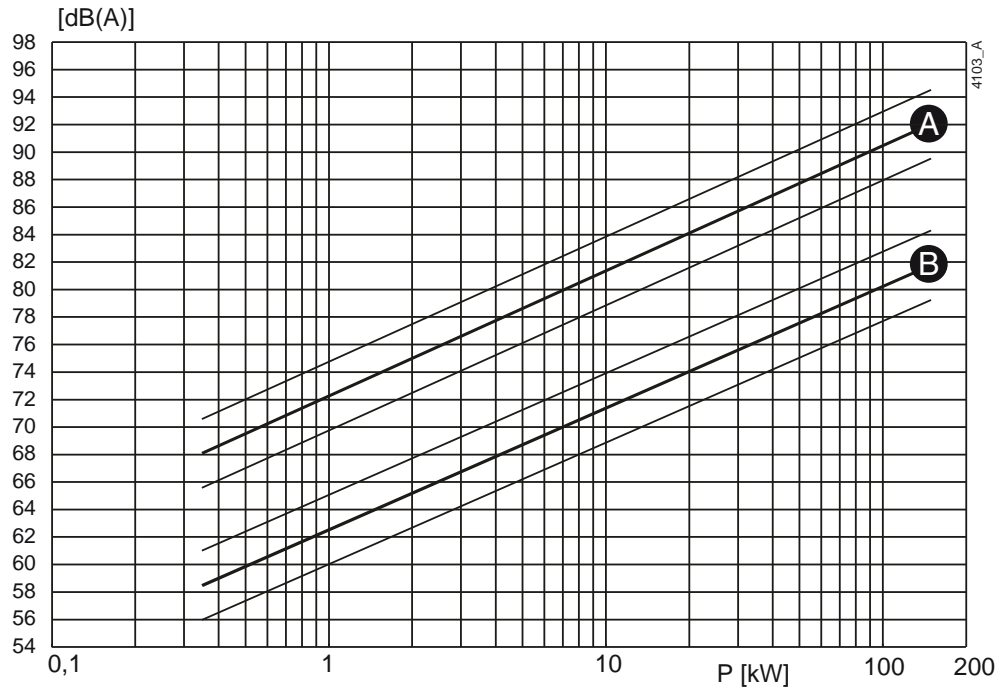
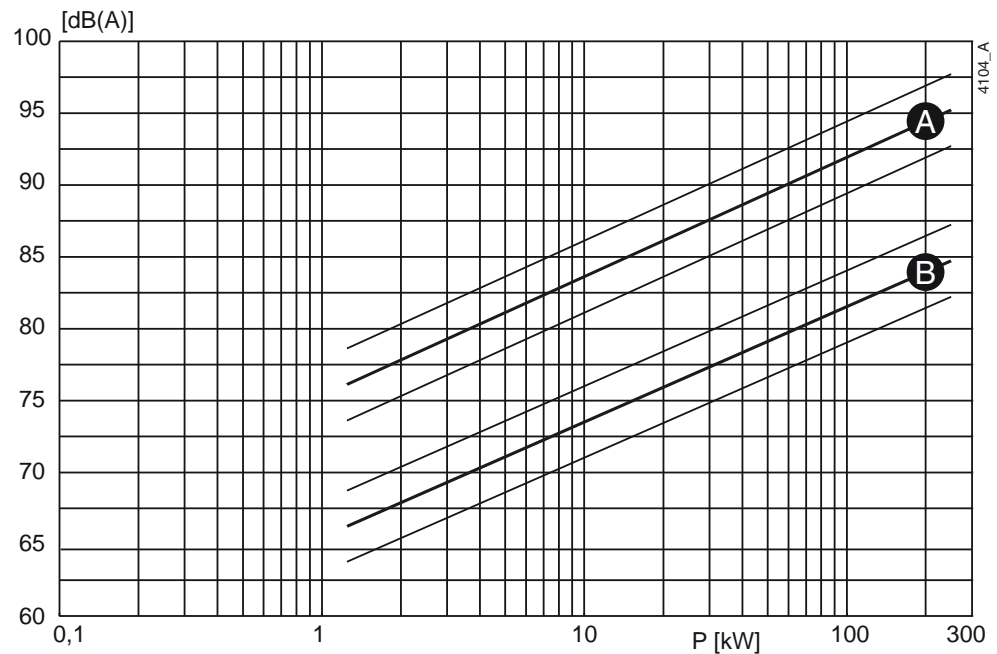

Figure 61: Niveau sonore en fonction de la puissance de la pompe [kW] à 1 450 min⁻¹.
Figure 62: Niveau sonore en fonction de la puissance de la pompe [kW] à 2 900 min⁻¹.
- 1 Déterminez le niveau sonore (L1) de la pompe, voir Figure 61 ou Figure 62.